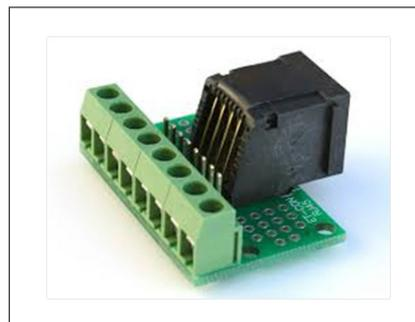

Fig. 2 : adaptateur pour RJ45
- RJ45-TERM (Gravitech.us), fig. 2